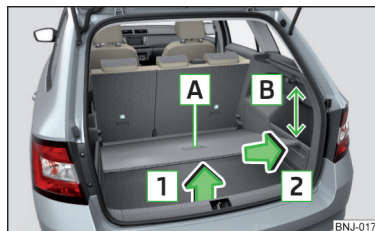

Fig. 119
- » Ridicați podeaua variabilă de mânerul **A** în sensul săgeții **1**, astfel încât zona din spate a acesteia să se afle la aproximativ 15 cm **B** sub marginea măștii rulate » fig. 119.
- » Prindeți podeaua variabilă de mânerul **A** » fig. 119.
La scoaterea, respectiv introducerea podelei variabile, se va respecta distanța de 15 cm **B** » fig. 119 față de masca rulantă - nerespectarea ei poate duce la deteriorarea garniturii capetei portbagajului.